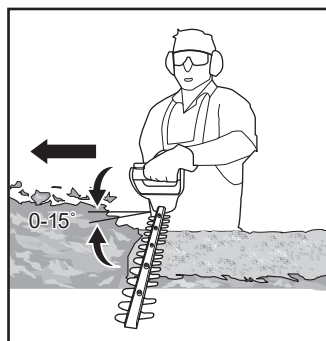

Fig. 7
6. După tăierea părților laterale, continuă cu vârful. Încearcă să ții dispozitivul de tăiere înclinat la aproximativ 15° față de suprafața de tăiere (Fig. 7).